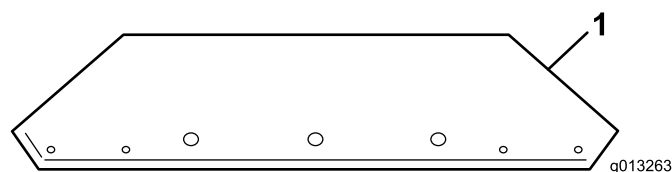
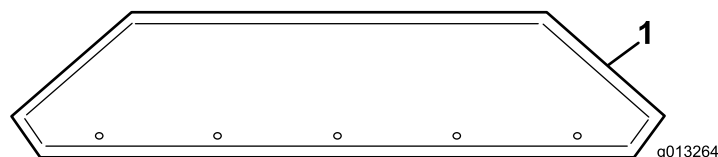

図 10
図 11
- 出荷用の箱から前用プレートと後ろ用プレートを取り出す 図 10と 図 11。